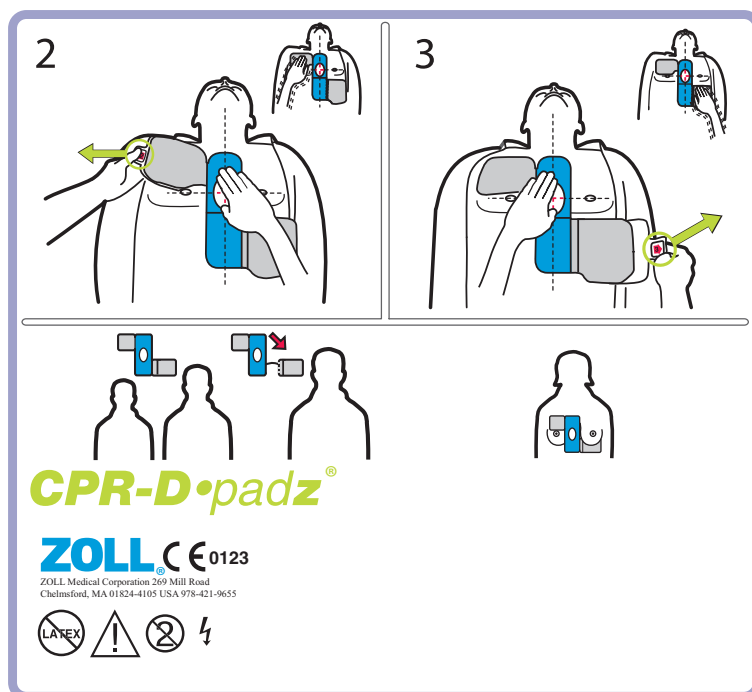

Figura 5: Colocación de los parches CPR-D padz
1. Rasgue para abrir el paquete de electrodos y despliegue los electrodos. Oriéntelos como indican los gráficos (vea la Figura 5).